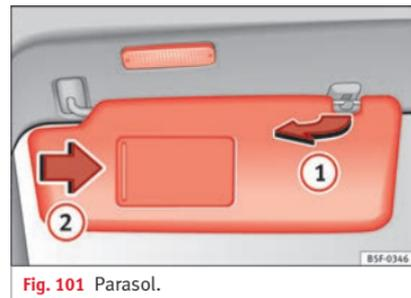

Fig. 101 Parasol.
- El parasol puede extraerse de la fijación y girarse hacia la puerta »» **fig. 101** ①.